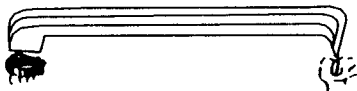

图1-4 偏置旋具
(4) 偏置旋具。它的两端都有刃口,在旋动螺钉时可以变换使用,如图1-4所示。它可以拆装其它旋具难以拆装的螺钉,不过这种旋具加给螺钉的压力很小,所以必须使旋具刃口与螺钉槽口完全吻合,才能顺利地拆装。